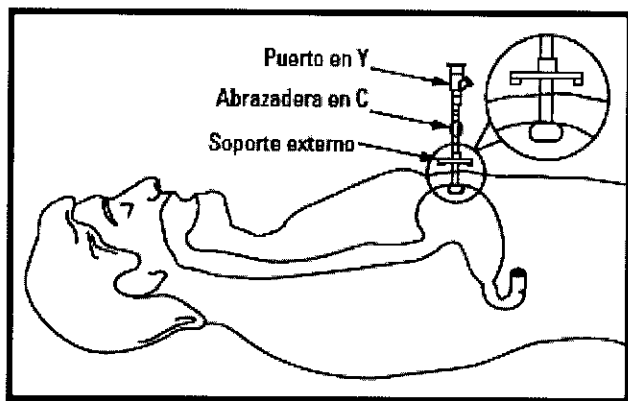

Figura 12
- Coloque la abrazadera en C y el puerto en Y en la sonda para GEP (figura 12).